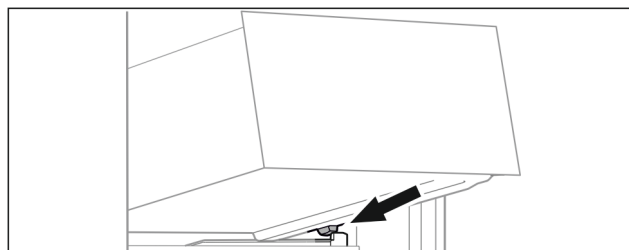

Fig. 119
- Vendosni sirtarin pjerrtas prapa ndaluesve mbi brinjën e kutisë. (shihni Fig. 119)